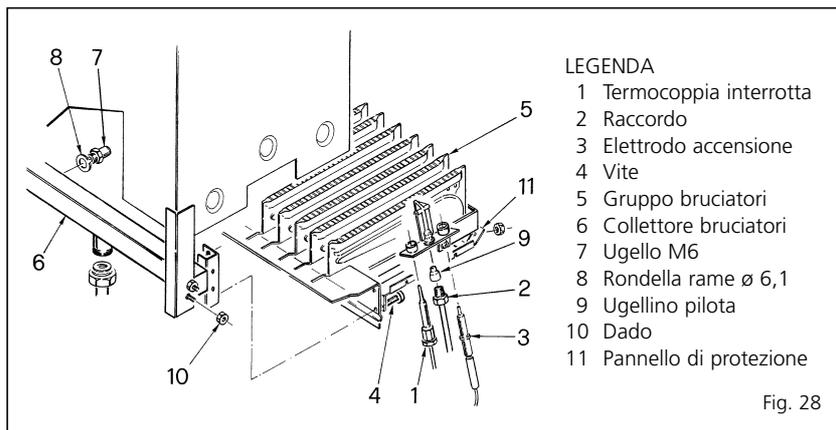

Fig. 28
Per effettuare la trasformazione a gas butano (G30) o propano (G31) si dovrà procedere alla sostituzione degli ugelli principali e dell'eventuale ugellino pilota operando nel seguente modo (fig. 28):
- Procedere allo smontaggio del gruppo bruciatori-collettore gas (fig. 28).